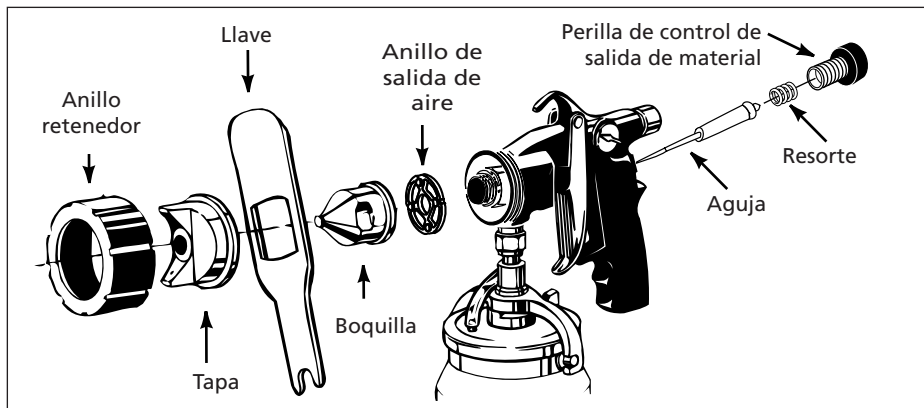

Figura 15 - Preparación para limpiar
- Use la llave suministrada para sacar el anillo retenedor y el anillo de salida de aire. (Vea la Figura 15).